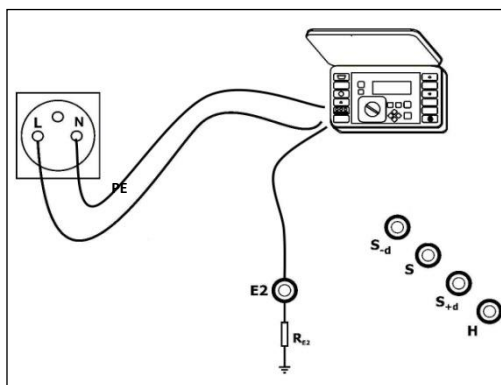

Рис.14 Подключение измерителя.
- подключить измеритель сопротивления петли короткого в соответствии с Рис.14;